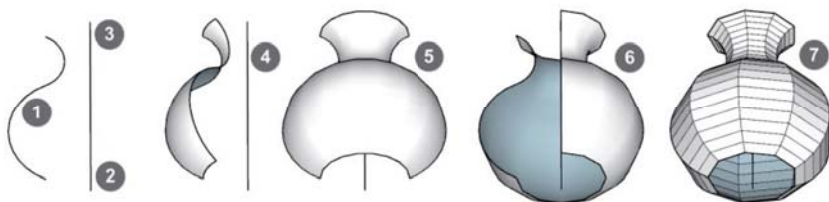

图 1.4.12 单轨旋转放样示例
这是一种仅用一条曲线沿轴做旋转放样的方式，要用 Extrude Tools 插件工具栏的旋转放样工具配合完成，示例如图 1.4.12 所示。
图 1.4.12 ①②③所示为准备好的一条曲线和一条中心线；预选曲线①，调用“旋转放样”工具，按顺序单击图 1.4.12 ②③；输入不同的旋转角度后按 Enter 键，可得到如图 1.4.12 ④所示的 45° 、图 1.4.12 ⑤所示的 180° 、图 1.4.12 ⑥所示的 270° 、图 1.4.12 ⑦所示的 360° 的结果。图 1.4.12 ⑦所示的“放样精度”很低，不过可以输入新的片段数改变精度。